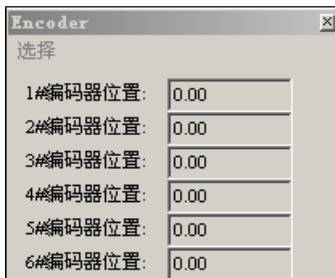

图 4-17 编码器模块对话框
- (1) 轴通道编码器测试需要按照表3-2 端子板轴信号定义的轴信号定义正确连接电机的编码器输入信号；
- (2) 在MCT2008软件主界面点击菜单“视图”->“编码器”，将会弹出编码器模块对话框，如图4-17所示；